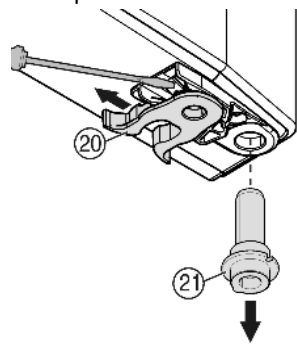

Fig. 9
- ▶ Premještanje opružne stezaljke Fig. 9 (20): Pritisnite osigurač prema dolje, prevucite opružnu stezaljku preko njega.
- ▶ Izvucite svornjak ležišta Fig. 9 (21) iz čahure vrata i premjestite ga zajedno s pločicom na suprotnu stranu. Osigurač mora gledati prema unutarnjoj strani vrata, a urez prema vanjskoj strani.
- ▶ Vrata dolje zakrenite prema unutra i umetnite svornjak ležišta Fig. 9 (21) u podložak ležišta. Svornjak ležišta po potrebi okrećite, kako bi se mogao uglaviti.